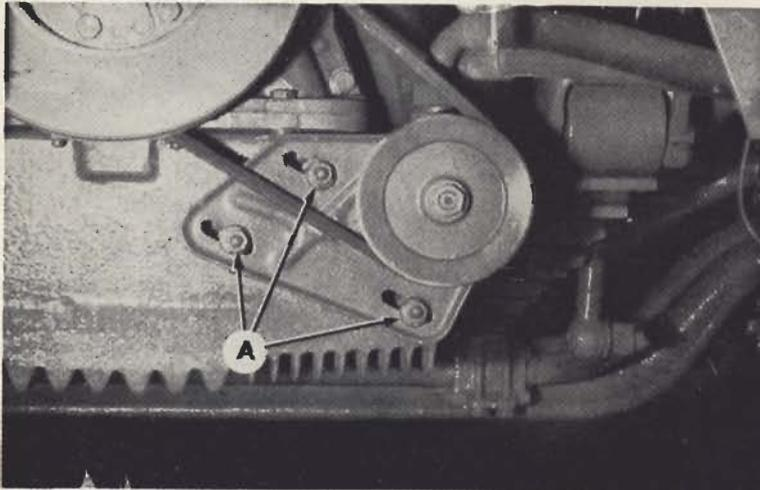

Fig. 10.7. - Tensado de la correa de accionamiento de la bomba de presión
- Aflojar las tres tuercas "A" (fig. 10.7) de la fijación del soporte del motor.